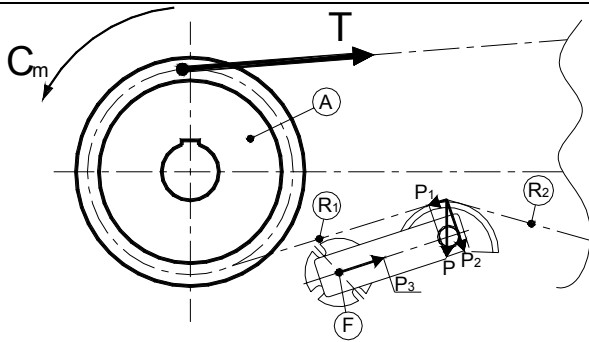

Fig 7
**I** La fig 7 mostra l'influenza della forza peso P della catena sul tenditore in trasmissioni orizzontali. Il peso della catena, infatti, si scompone sul tendicatena con una forza P2 normale alla leva e una forza P1. Quest'ultima componente di compressione è bilanciata dalla forza assiale di compressione P3 della molla.
**GB** Fig. 7 shows the influence of the weight force P of the chain on the tightener in horizontal transmissions. In fact, the weight of the chain is divided on the chain tightener into a force P2 normal to the lever and a force P1. The latter compression component is balanced by the spring axial compression force P3.
**D** Abbildung 7 zeigt den Einfluss der Gewichtskraft P der Kette auf den Spanner bei waagrechten Antrieben. Das Gewicht der Kette teilt sich dabei auf den Kettenspanner auf, und zwar mit einer normalen Hebelkraft P2 und einer Kraft P1. Diese Kompressionskomponente wird von der axialen Kompressionskraft der Feder P3 ausgeglichen.